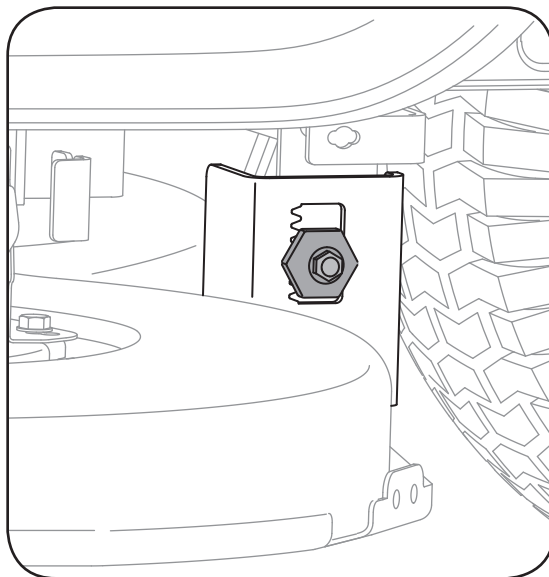

Figura 15
3. Afloje, pero NO extraiga, el tornillo de cabeza hexagonal ubicado en la ménsula del gancho izquierdo de la plataforma. Vea la Figura 15.